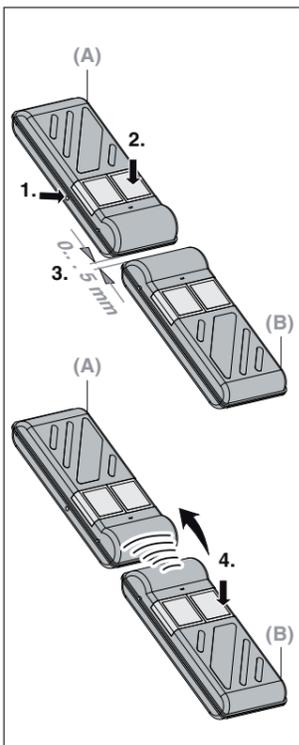

Fig. 3
4.3 Een toetsfunctie kopiëren (fig.3)
4.3 Copiar una función de pulsador (fig. 3)
4.3 Copia di una funzione tasto (Fig. 3)